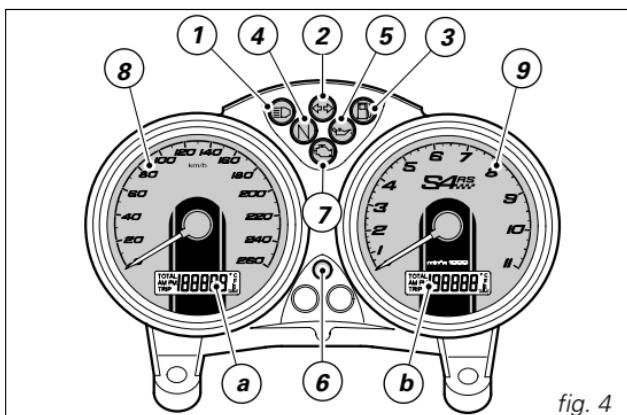
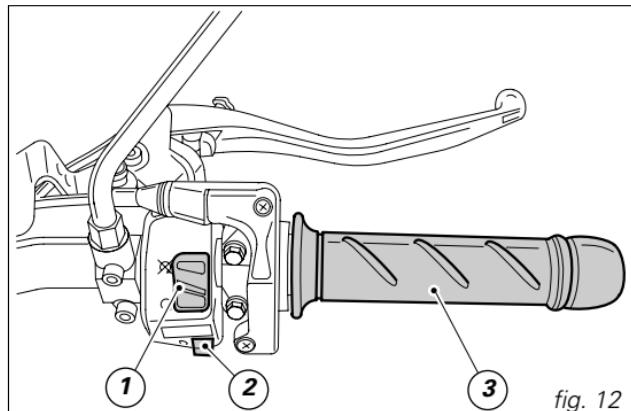

fig. 4
fig. 12
## **Cruscotto (fig. 4)**
La seguente procedura offre quindi la possibilità all'utente, in caso di problemi al sistema immobilizer, di disabilitare la funzione "blocco motore" rappresentata dall'accensione simultanea della spia giallo ambra **EOBD** (7, fig. 4).
*La spia EOBD (7, fig. 4) si spegne dopo un tempo prestabilito di 8 secondi.*
*Nel caso in cui non si compia nessuna operazione con l'acceleratore, la spia EOBD pulserà per 20 volte, poi si accenderà in modo fisso e la procedura dovrà essere ripetuta dal punto (1).*
6) Se il codice NON è stato introdotto correttamente la spia EOBD rimane accesa ed è possibile ripetere le operazioni riportando la chiave su OFF e ripartendo dal punto (1) per un numero illimitato di volte.
1) se il codice viene riconosciuto, la spia (6, fig. 4), posta sul quadro strumenti, emette un breve lampeggio; il sistema di protezione ha riconosciuto il codice della chiave e disattiva il blocco motore. Premendo il pulsante START (2, fig. 12), il motore si avvia;
2) se la spia (6, fig. 4) o la spia EOBD (7, fig. 4) rimangono accese, il codice non è stato riconosciuto. In questo caso si consiglia di riportare la chiave in posizione OFF e poi di nuovo in ON, se il blocco persiste, riprovare con l'altra chiave in dotazione di colore nero. Se ancora non si riesce ad avviare il motore, rivolgersi alla rete assistenziale DUCATI.
3) Se la spia (6, fig. 4) rimane lampeggiante significa che una segnalazione del sistema immobilizer è stata ripristinata (ad esempio con la procedura di sblocco tramite manopola). Ruotando la chiave in posizione OFF e nuovamente su ON la spia immobilizer dovrebbe riprendere il suo normale funzionamento (vedi punto 1).
## Commutatore destro (fig. 12)
## Manopola girevole comando acceleratore (fig. 12)